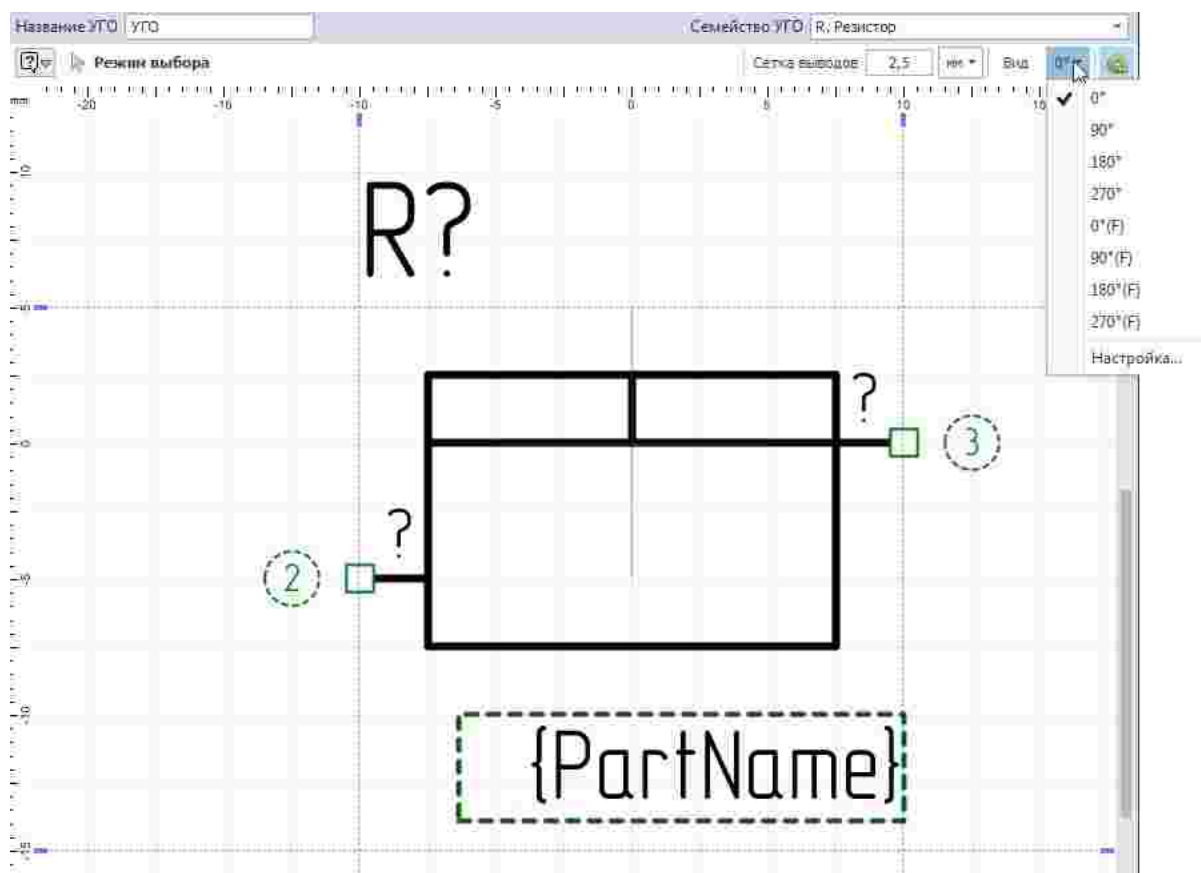

Рис. 45 Настройка отображения графики УГО и атрибутов при его вращении
7. Настройте отображение графики при вращении УГО при необходимости, Рис. 45.